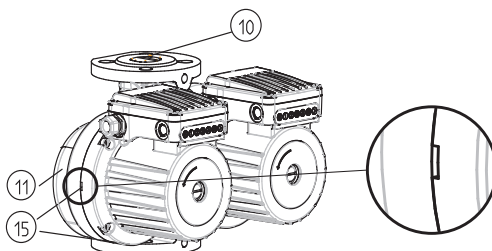

рис.3
- насосы GHND (basic, auto), GHNMD (basic, auto) имеют сдвоенный гидравлический корпус (рис.3 – ПОЗ.11) со встроенной пластиной клапана (рис.3 – ПОЗ.10), которая самостоятельно поворачивается в зависимости от течения среды одного или другого насоса;